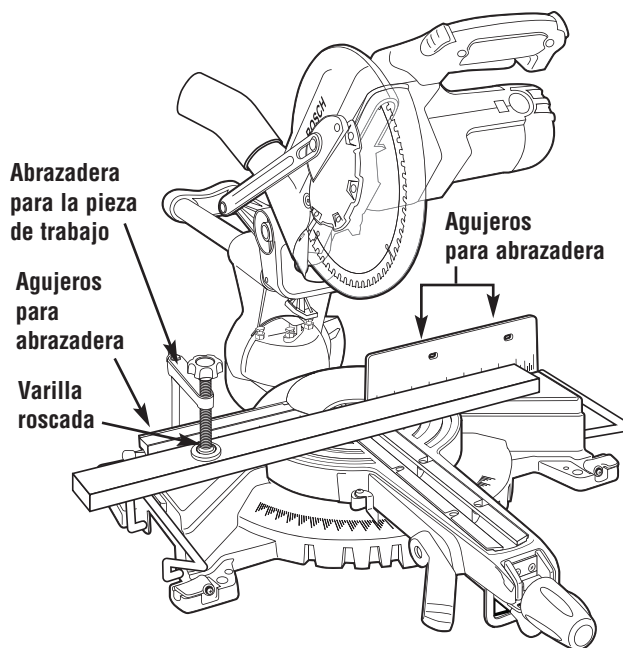

Figura 20. Abrazadera para la pieza de trabajo
**Abrazadera para la pieza de trabajo:** Esta abrazadera fija fácilmente una pieza de trabajo en cualquiera de los tres (3) agujeros para abrazadera ubicados detrás del tope-guía (Figura 20).